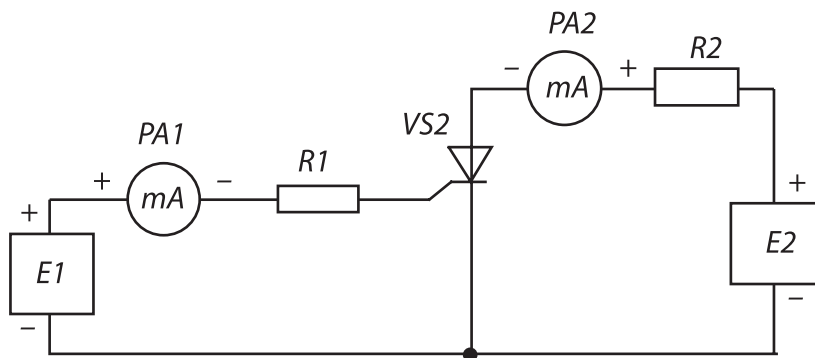

Рис. 4.1
Собрать схему рис. 4.1. Установить $R1 = 600$ Ом, $R2 = 120$ Ом. Плавно изменяя напряжение $E2$ на тиристоре убеждаются в зависимости прямого тока тиристора от прямого напряжения. Повышать напряжение следует до тех пор, пока ток миллиамперметра $PA1$ не изменится скачком.
меняют на обратную, показанную на рис. 4.1, а его напряжение изменяют через интервал 5–10 В (в зависимости от типа исследуемого диода). Величину обратного тока фиксируют микроамперметром PAI , а напряжение на диоде вольтметром V^* . Результаты измерений записываются в заранее подготовленную таблицу.
- 4.3. Для снятия ветви характеристики, соответствующей прямому включению диода, полярность источника $E2$ устанавливают как показано на рис. 4.1 и далее изменяя напряжение источника $E2$ с интервалом 3–5 В, фиксируют значения тока микроамперметром PAI , а напряжение на диоде – вольтметром V^* .